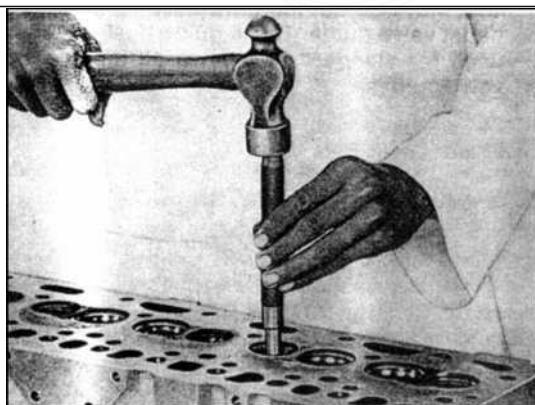

РИС. 88
- 2) Выберите с помощью специальных бородков вышедшие из строя втулки (рис.88).